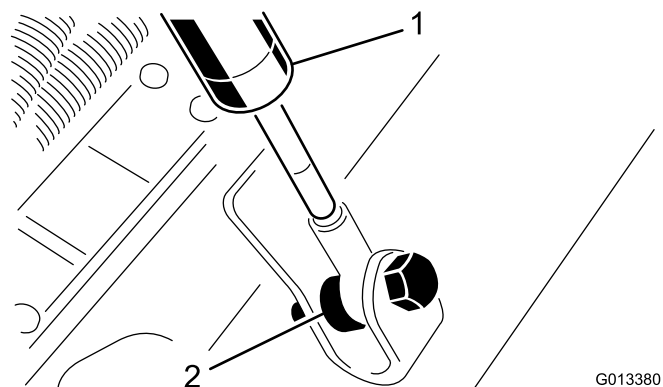

**Figura 5**
8. Retire las chavetas que sujetan los amortiguadores a los brazos de elevación de la unidad de corte (Figura 5).